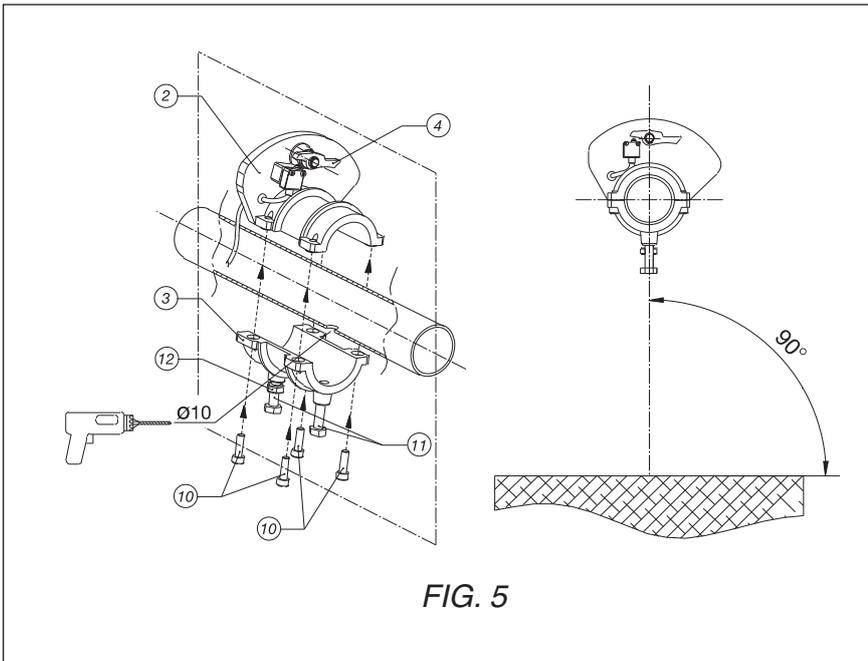

FIG. 5
I 5) Scegliere il punto sull'albero della serranda dove si desidera installare il Paracadute ed effettuare un foro \varnothing 10 mm in modo tale che nella successiva fase di montaggio del corpo centrale [corpo superiore (2) ed inferiore (3)] il perno del cicchetto d'aggancio (4) sia posizionato nel punto più alto e che il suo asse sia contenuto in un piano passante per l'asse dell'albero della serranda e perpendicolare al terreno (vedi fig. 5);
6) Accoppiare il corpo superiore (2) con quello inferiore (3) con le quattro viti a testa cilindrica M8 (10) tolte in precedenza;
7) Avvitare (con chiave da 17 mm) la vite a testa esagonale M10 (11) priva di controdado, e farlo penetrare all'interno dell'albero della serranda nel foro \varnothing 10 mm precedentemente eseguito;
GB 5) Fix position on roller shutter shaft where to install the safety brake and drill a \varnothing 10 mm hole in such a way that in the subsequent assembly step of the central body [upper body (2) and lower body (3)] the pawl pin (4) is in the highest position and that its axle is on a plane passing through the roller shutter shaft axle and perpendicular to the ground (see fig. 5);
Ø 10 mm de façon que à la phase suivante de montage du corps central [le pivot de l'encliquetage (4) soit positionné le plus haut possible et que son axe soit contenu dans un plan passant par l'axe de l'arbre du rideau et perpendiculaire au sol (voir fig. 5);
- 6) Enclencher le corps supérieur (2) et le corps inférieur (3) avec les quatre vis à tête cylindrique M8 (10) enlevées précédemment;
- 7) Visser (avec clef de 17 mm) la vis à tête hexagonale M10 (11) sans contre-écrou, et l'introduire à l'intérieur de l'arbre du rideau dans le trou de Ø 10 mm fait précédemment;
5) Elegir el punto sobre el árbol de los cierres metálicos donde se desea instalar el paracaídas y hacer un agujero de Ø 10 mm de manera que en la siguiente fase del montaje del cuerpo central [cuerpo superior (2) e inferior (3)] el perno del soporte de enganche (4) esté situado en el punto más alto y que su eje esté contenido en un plano que pasa por los ejes del árbol de los cierres metálicos y perpendicular al terreno (ver fig. 5);
- 6) Juntar el cuerpo superior (2) con aquel inferior (3) después de quitar los cuatro tornillos con cabeza a cilindro M8 (10);
- 7) Atornillar (con llave de 17 mm) el tornillo con cabeza hexagonal M10 (11) sin tuerca, y hacerlo penetrar hasta el interno del árbol de los cierres metálicos en el agujero de Ø 10 mm anteriormente realizado;